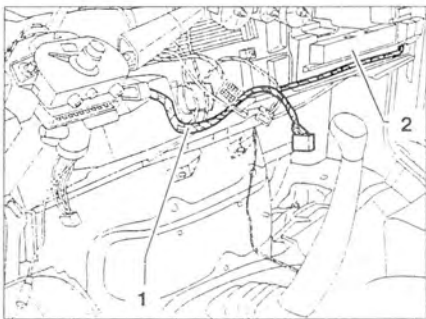

Рис. 10.47. Обрежьте стяжные ленты проводки **1** вдоль панели приборов **2**.
30. Обрежьте стяжные ленты проводки **1** вдоль панели приборов **2** (рис. 10.47).